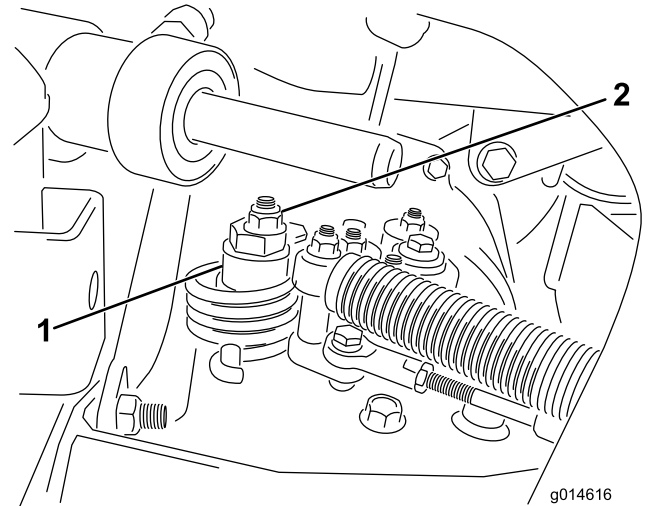

Bild 34
- A. Lösen Sie die Mutter, mit der der Exzenter oben am Hydrostat befestigt ist (Bild 34).
- C. Drehen Sie den Exzenter, bis kein Kriechen in jeder Richtung auftritt. Ziehen Sie die Schraube fest, wenn sich das Rad nicht mehr dreht, um den Exzenter und die Einstellung zu arretieren (Bild 34). Überprüfen Sie die Einstellung, wenn die Gasbedienung in der LANGSAM- und SCHNELL-Stellung ist.